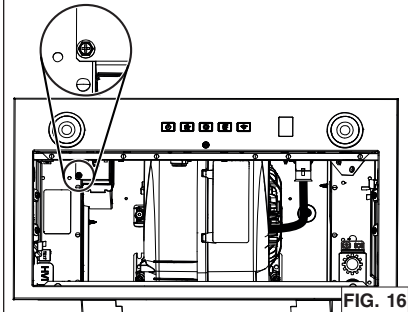

FIG. 16
5. Quite y deseche el tornillo rodeado en la FIG. 16. NOTA: Este tornillo podría estar presente o no.